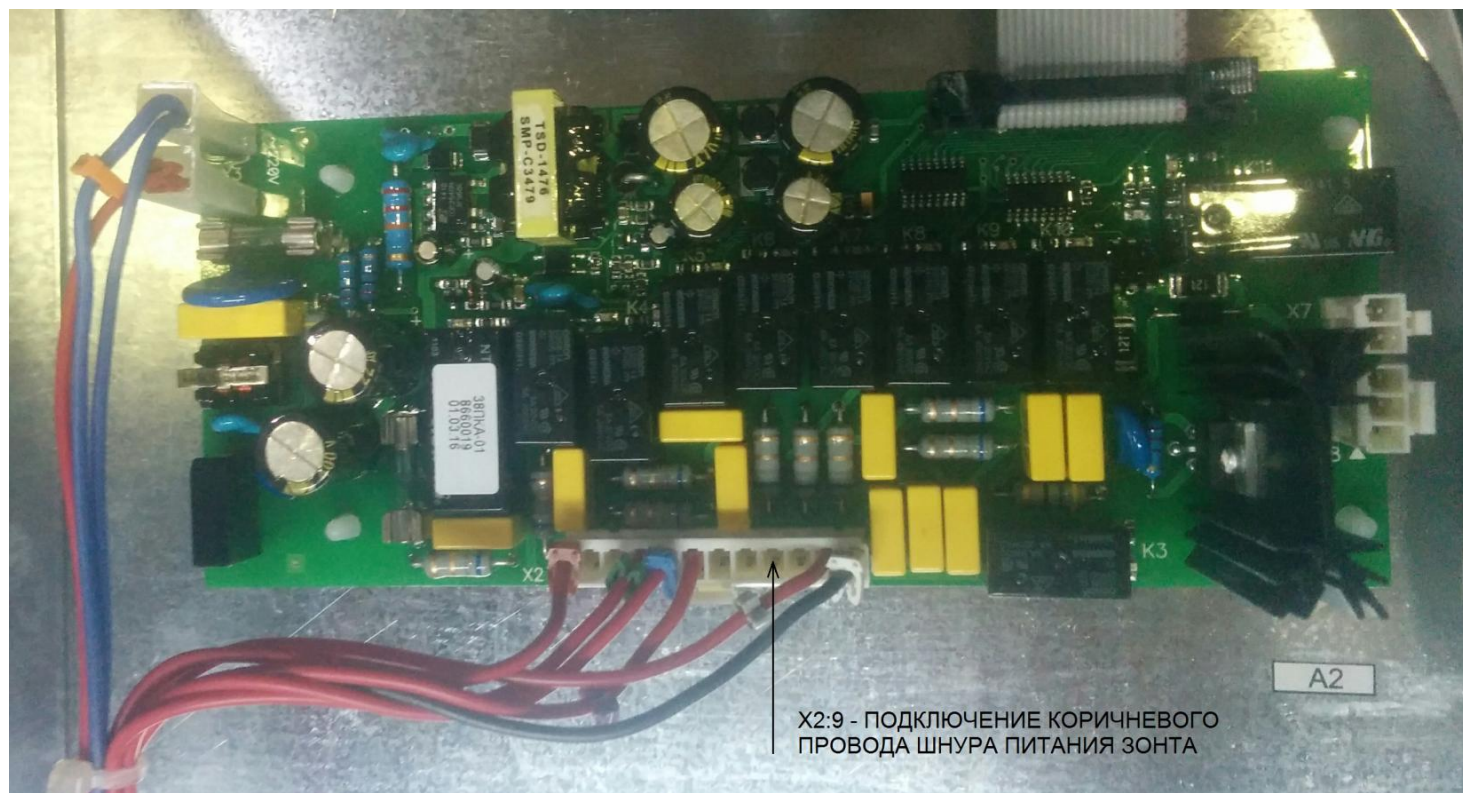

Рис.1 Подключение к блоку управления контроллера
- коричневый провод шнура питания (L) подключить к разъему X2:9 блока управления контроллера (рис. 1);
- синий провод шнура питания (N) подключить к автоматическому выключателю QF2:2;